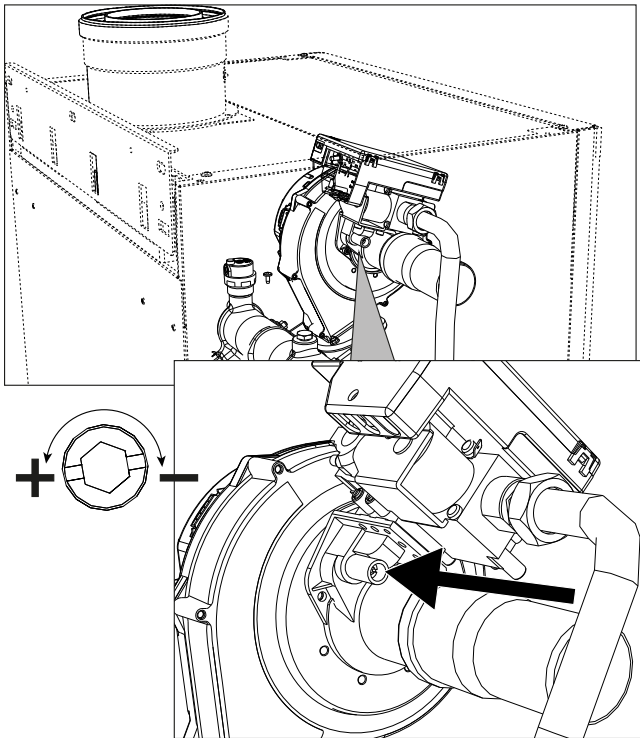
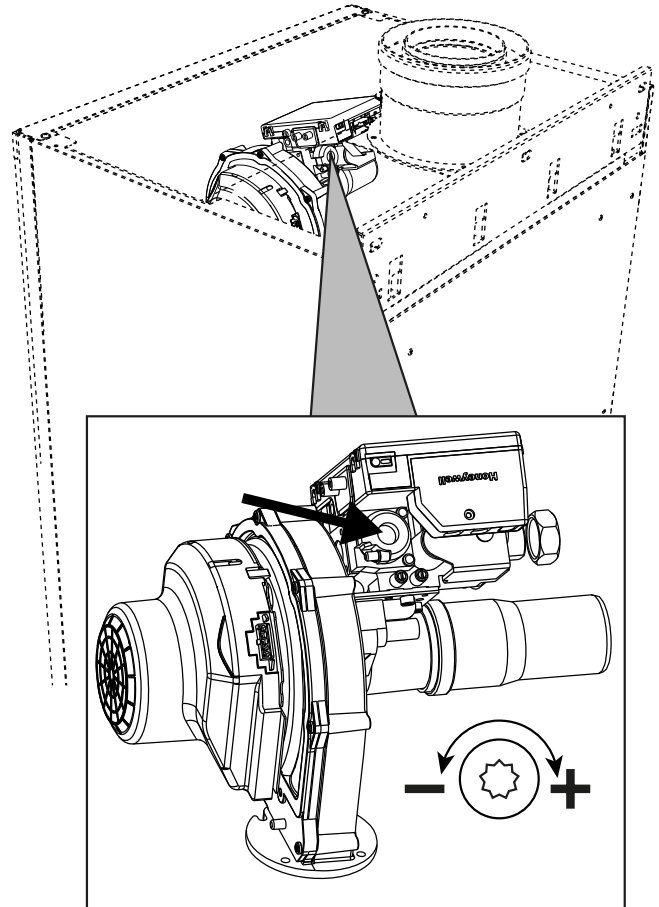
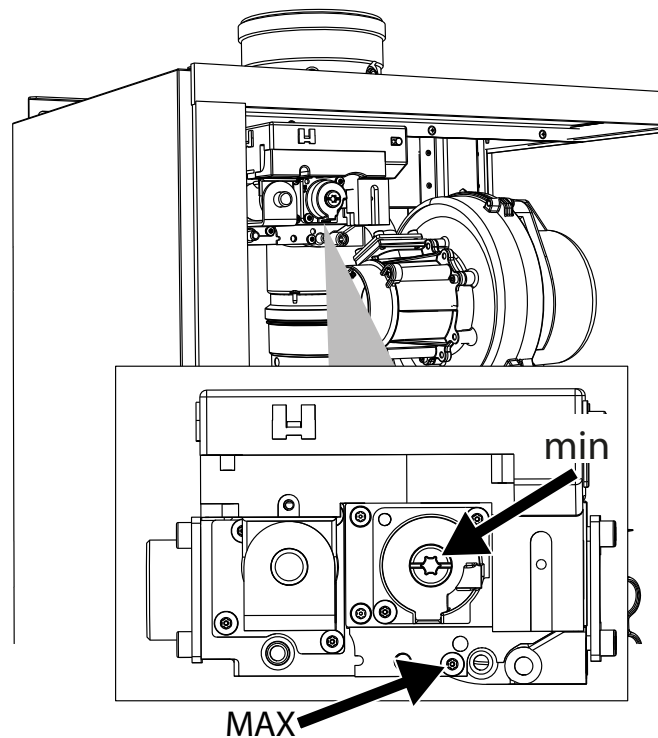

рис. 73- Максимальная регулировка моделей W 60 и W 80
рис. 74- Минимальная регулировка моделей W 60 и W 80
рис. 75- Максимальная и минимальная регулировка моделей W 99, W 120 и W 150
- Если значения отличаются от указанных, отрегулируйте CO₂ с помощью винта регулировки максимального значения до указанных значений CO₂. См. **рис. 73** для моделей **W 60** и **W 80** или **рис. 75** для моделей **W 99**, **W 120** и **W 150**.
- Если значения CO₂ отличаются от указанных, осторожно отрегулируйте винт минимального сдвига «OFFSET», проверяя правильность значения CO₂. См. **рис. 74** для моделей **W 60** и **W 80** или **рис. 75** для моделей **W 99**, **W 120** и **W 150**.